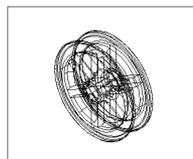

图 13-39
(9) 移动上述实体。单击  按钮或者在命令行直接输入 `move`, 将做好的小轮从 (0, 0, 0) 点移动到 (-400, 0, 0) 点, 如图 13-39 所示。